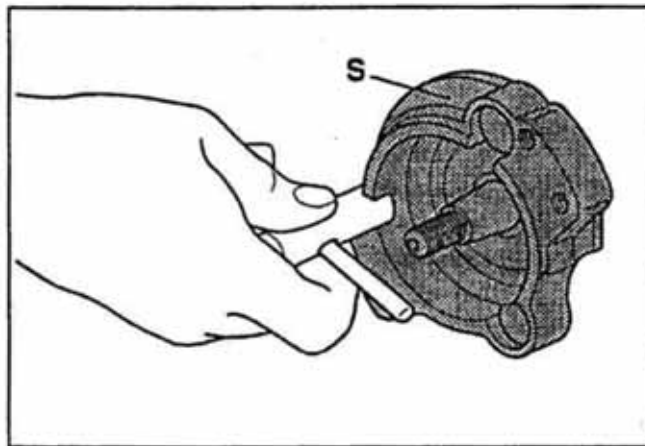

РИС. 46
- 3) Установите алюминиевую поддержку **S** (Рис.46) поставляемую вместе с тормозами, напротив корпуса коробки передач и закрепите ее на последнейвинтами в трех имеющихся для этой операции отверстиях в картере. Теперь четыре поддерживающих отверстия для тормозного устройства доступны, как показано на рисунке.